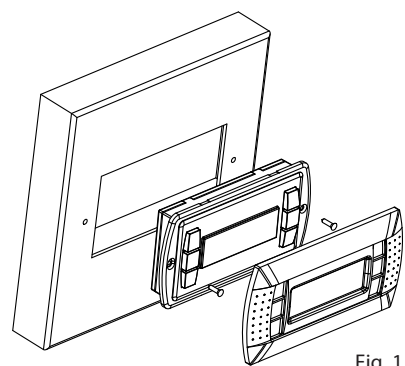

Fig. 1
- Introduire l'unité terminale, sans châssis frontal, dans le trou et fixer le dispositif au panneau dans les logements indiqués sur la Fig. 1, à l'aide des vis à tête fraisée contenues à l'intérieur de l'emballage;
- Das Bedienteil ohne Frontblende in die Öffnung einsetzen und mit den im Lieferumfang enthaltenen Senkschrauben an der Frontplatte gemäß Fig. 1 befestigen.